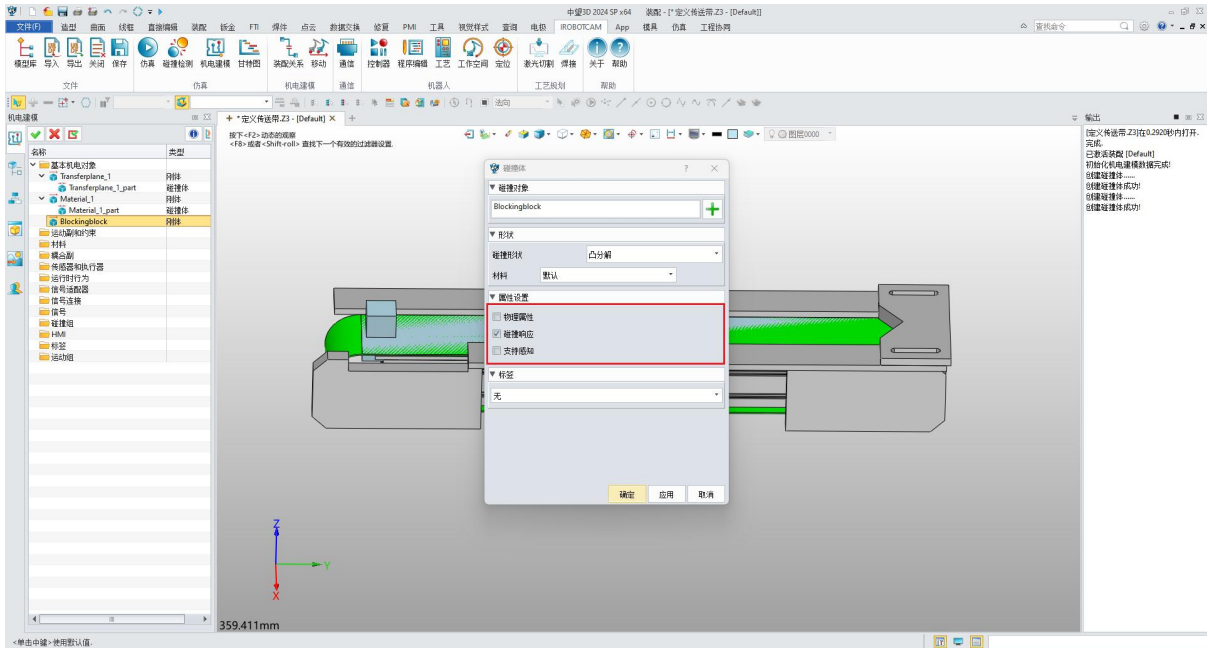

图 6-11: 添加阻挡块碰撞体
- 选择“凸分解”作为碰撞形状，属性设置为“碰撞响应”，材料为“默认”。单击“确定”。(此过程需要耐心等待一段时间)(图 6-11)